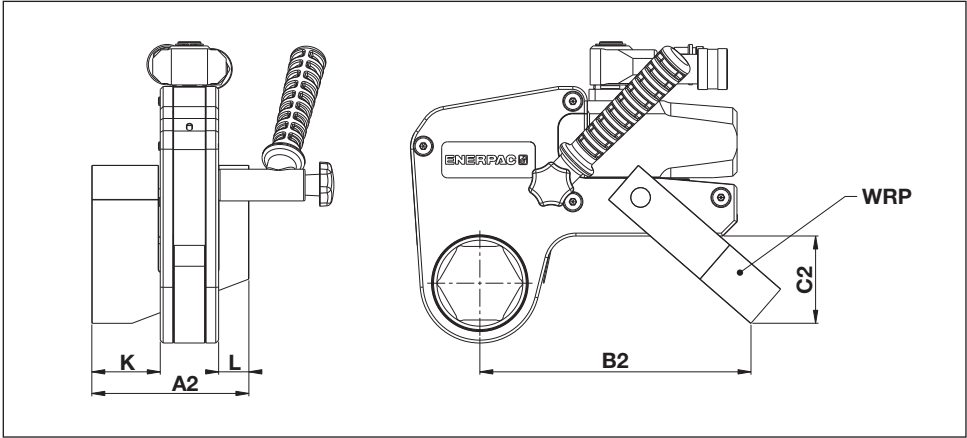

Fig. 22
6.1.2 Dimensões, Pá de reação Série WRP (fig. 22)